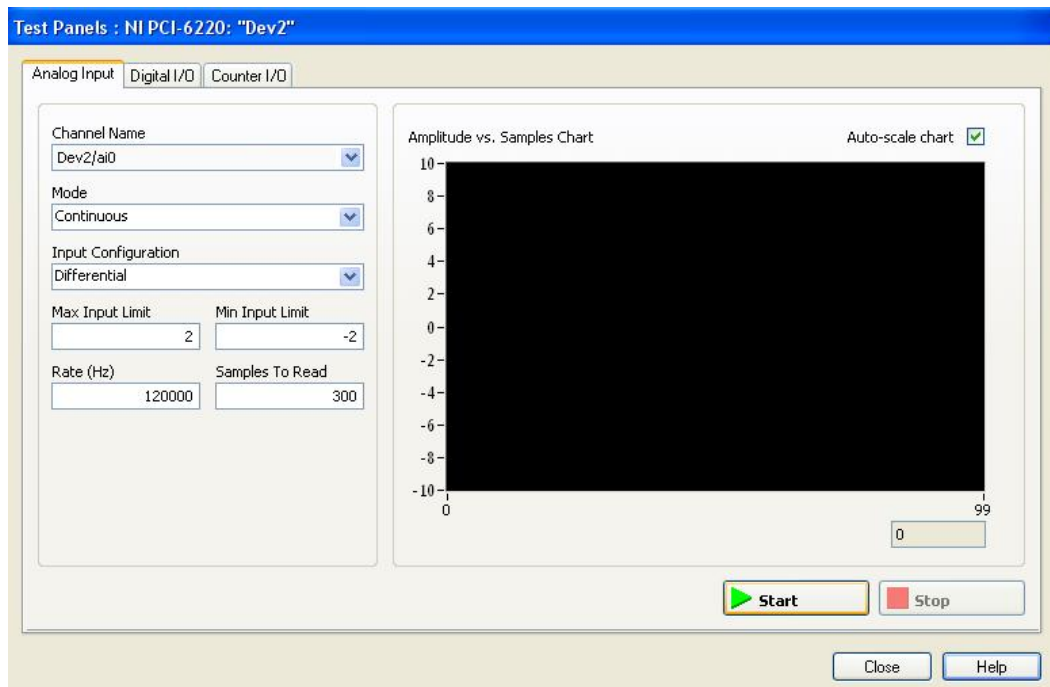

Fig. 6.- Panell de configuració del DAQ test panels.
- **a3:** Obriu el panell de configuració del DAQ seleccionant “*test-panels*” i a la pestanya *Analog Input* configureu el convertidor analògic-digital segons s’indica a la Fig. 6. En acabar seleccioneu **Start**
- **b3:** Freqüència màxima del senyal d’entrada que es pot observar amb el mostreig configurat a la Fig. 6, si es considera el límit establert pel Teorema de Shannon)